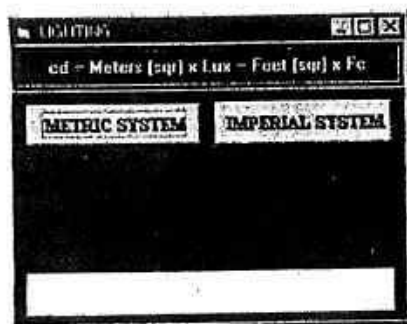

図18
- ①「INTENSITY」をクリックすると「LIGHTING」ウィンドウ (図18) が表示されます。